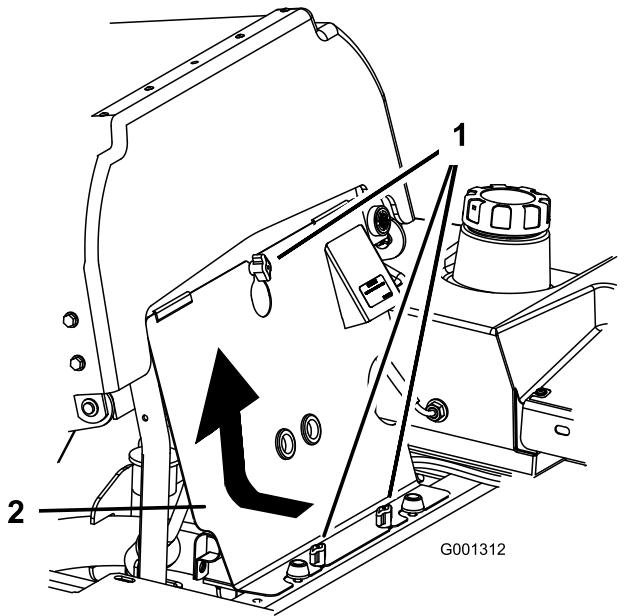

Figure 75
3. Desserrez les boutons du panneau du moteur et déposez le panneau (Figure 75).